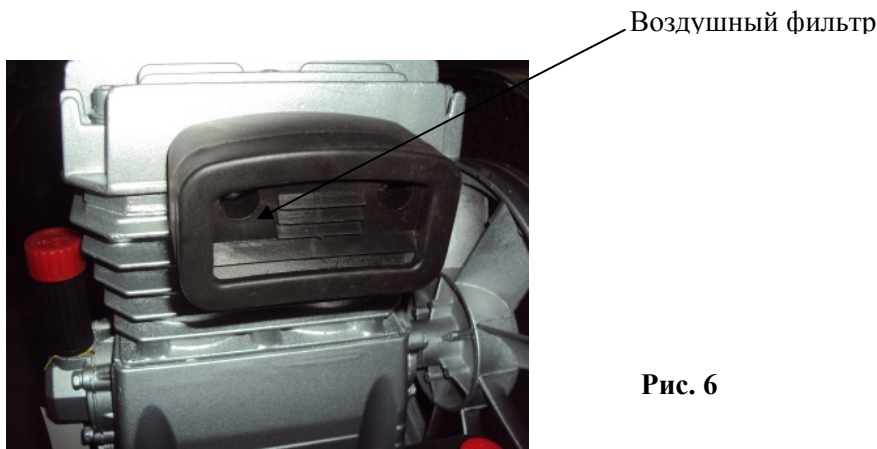

Рис. 6
- (1) Установите / замените воздушный фильтр (рис. 6).
- (2) Если в ресивере находится сжатый воздух, не отсоединяйте части, которые могут находиться под давлением.
- (3) Когда компрессор находится под напряжением, не отсоединяйте никакие электрические компоненты.
- (4) Никогда не регулируйте клапан безопасности – это может привести к аварийной ситуации.
- (5) Не используйте компрессор в помещениях с нестабильным сетевым напряжением.
- (6) Кабель питания должен быть сечением не менее 1.5 мм² и не более 5 м в длину.
- (7) Никогда не прекращайте работу, выдергивая кабель питания вместо выключения при помощи блока управления.
- (8) Когда компрессор выключен, сжатый воздух в выпускной трубке необходимо полностью выпустить через выпускное отверстие. Перезапускайте компрессор только после устранения неисправностей. В противном случае, может быть поврежден двигатель.